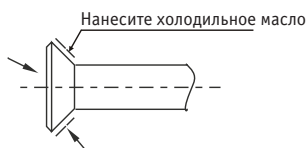

Рисунок 7
- б. Нанесите холодильное масло (это должно быть моторное масло, совместимое с применяемым хладагентом) на наружную поверхность развальцованного соединения и коническую поверхность соединительной гайки и затяните вручную на 3-4 оборота перед затяжкой раструбной гайки (рис. 7).